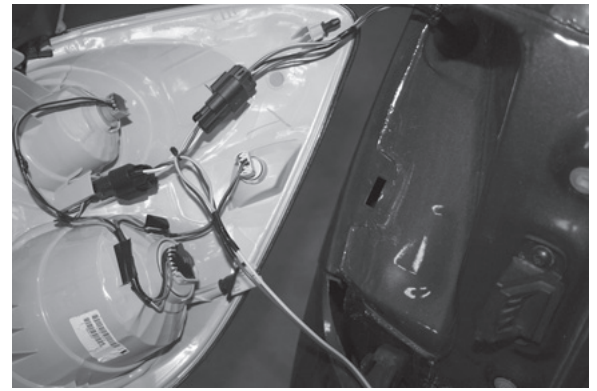

Fig.2
**3.** Starting on the driver's side unplug the factory taillight connector taking care not to damage the locking tabs. Plug the T-Connector portion containing the Brown & Yellow wires in between the driver side taillight housing and the vehicle's wire harness shown in **Figure 2**. Make sure to plug the T-Connector ends firmly into the vehicle harness connectors until they lock into place.
**3.** À compter du l'usine du feu arrière du côté conducteur débrancher le connecteur en prenant soin de ne pas endommager les languettes de verrouillage. Branchez la partie T-Connecteur contenant les fils marron et jaune entre le boîtier de feu arrière côté conducteur et le faisceau de fils du véhicule illustré dans la Figure 2. Assurez-vous de brancher le connecteur en T dans le véhicule termine fermement les connecteurs de faisceau verrouiller en place jusqu'à ce qu'ils.